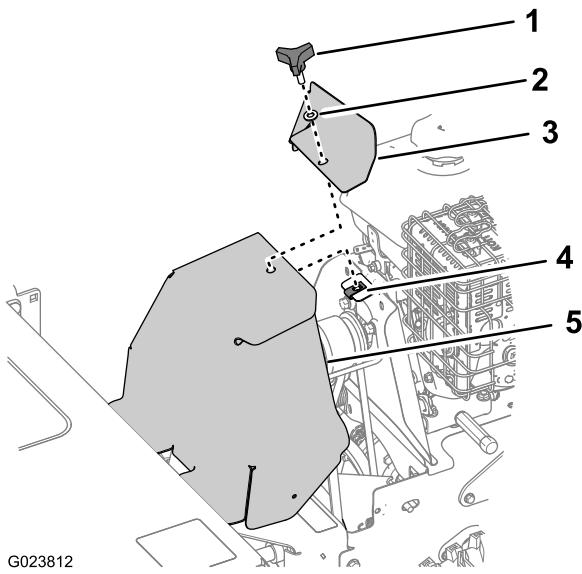

Figura 38
1. Retire el pomo y la arandela que sujetan la cubierta del motor y la cubierta de las correas a la máquina (Figura 38).
3. Alinee la cubierta de las correas y la cubierta del motor con la máquina y la tuerca de chapa (Figura 38).
4. Sujete la cubierta de las correas y la cubierta del motor a la máquina con el pomo y la arandela (Figura 38).